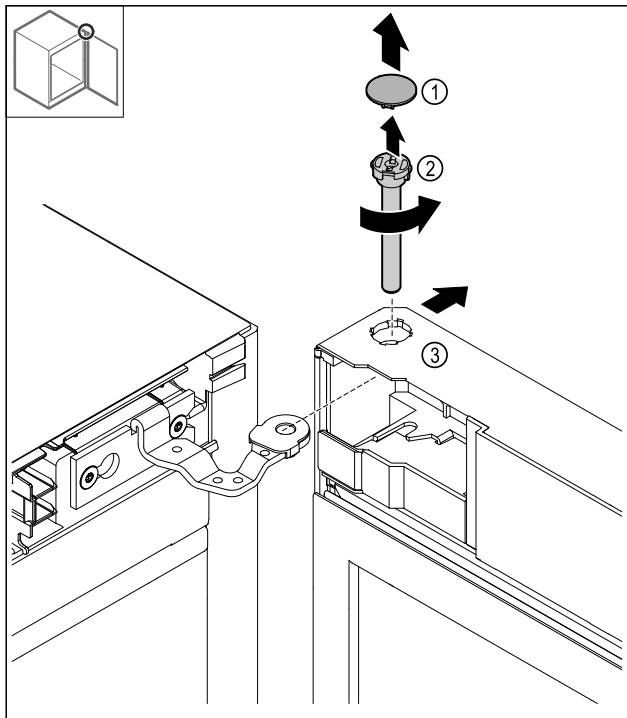

Fig. 19
- Detașați capul Fig. 19 (1).
- Desfaceți bolțul Fig. 19 (2) în sens antiorar și extrageți-l.
- Basculați ușor ușa Fig. 19 (3).